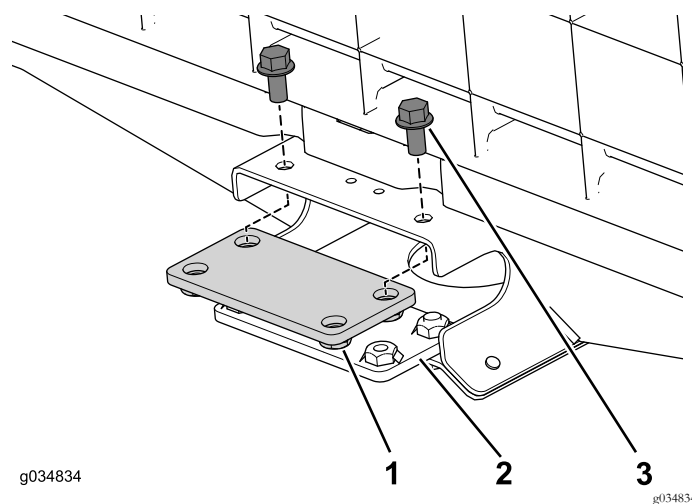

Figura 21
1. Utilize os quatro parafusos flangeados ($\frac{3}{8} \times \frac{3}{4}$ pol.) para instalar sem apertar as placas de ligação superior e inferior no canal central da secção dianteira (Figura 21).